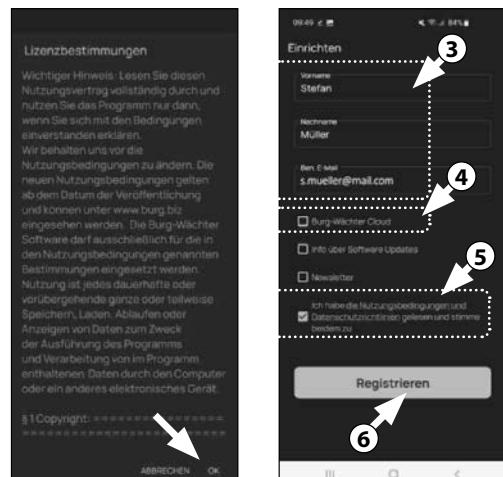

Fig. 2
- ② À la première ouverture de l'application, vous voyez apparaître les dispositions de la licence pour l'usage de l'application. Lisez-les complètement et confirmez-les en bas à droite par « OK » (Fig. 2).